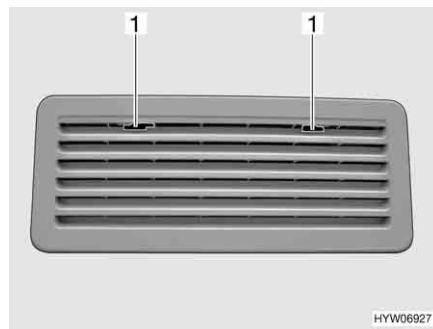

Fig. 174 Rejilla de ventilación del frigorífico (Thetford)
- Deslizar el bloqueo (Fig. 174,1) hacia el centro.